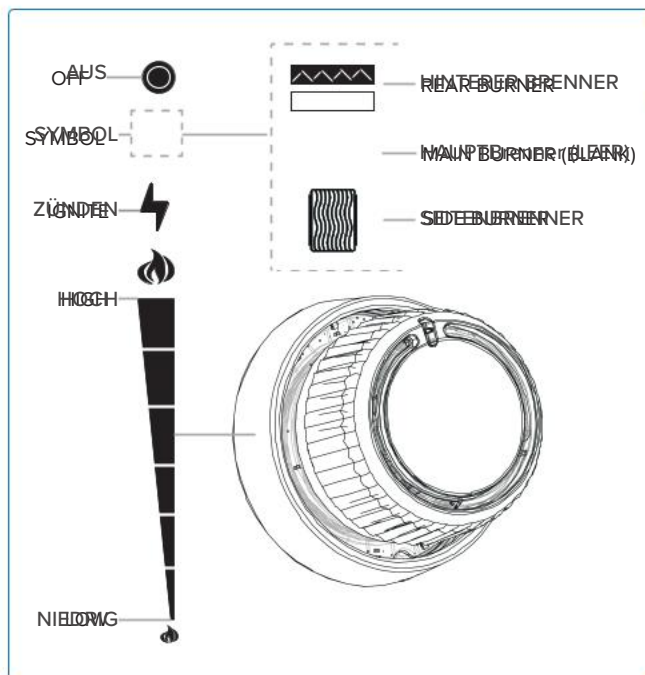

Abb. 7
2. Drücken Sie einen beliebigen Hauptbrennerknopf und drehen Sie ihn langsam gegen den Uhrzeigersinn auf die höchste Stufe, bis die Zündflamme brennt. Drücken Sie weiterhin den Bedienknopf, bis der Brenner zündet, und lassen Sie dann los (**Abb. 6A & Abb. 7**).
3. Drücken Sie den Heckbrennerknopf und drehen Sie ihn langsam gegen den Uhrzeigersinn auf die höchste Stufe (**Abb. 6D & Abb. 7**).
4. Wenn der Brenner innerhalb von 5 Sekunden nicht zündet – drehen Sie den Brennerregler im Uhrzeigersinn in die AUS-Position. Warten Sie 5 Minuten. Wiederholen Sie Schritt 2 und 3. **(Abb. 6E & Abb. 7).**